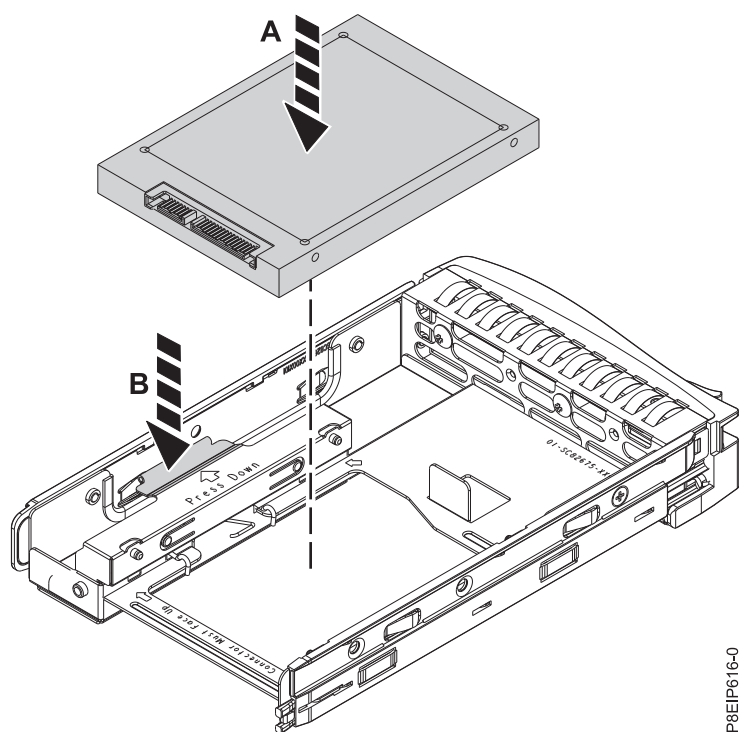

Figura 12. Montando a unidade de 2,5 polegadas na bandeja
- b. Abra a mola de retenção (**B**) conforme mostrado na Figura 12 na página 13.